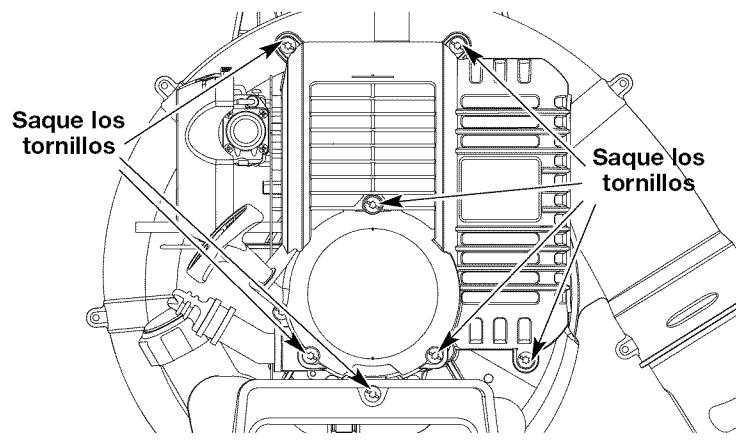

Fig. 31
1. Quite los siete (7) tornillos de encima de la tapa del motor con un destornillador de pala o Torx #25 (Fig. 31).
4. Saque la cubierta del motor (Fig. 31).
1. Apague el motor y espere que se enfrie. Quite los seis (6) tornillos de encima de la tapa del motor con un destornillador de pala o Torx #25 (Fig. 31).
3. Deje enfriar el motor. Quite los siete (7) tornillos de encima de la tapa del motor con un destornillador de pala o Torx #25 (Fig. 31). Saque la bujía de encendido y coloque 5 gotas de aceite de motor de buena calidad en el cilindro. Tire de la cuerda de arranque lentamente para distribuir el aceite. Vuelva a instalar la bujía de encendido.